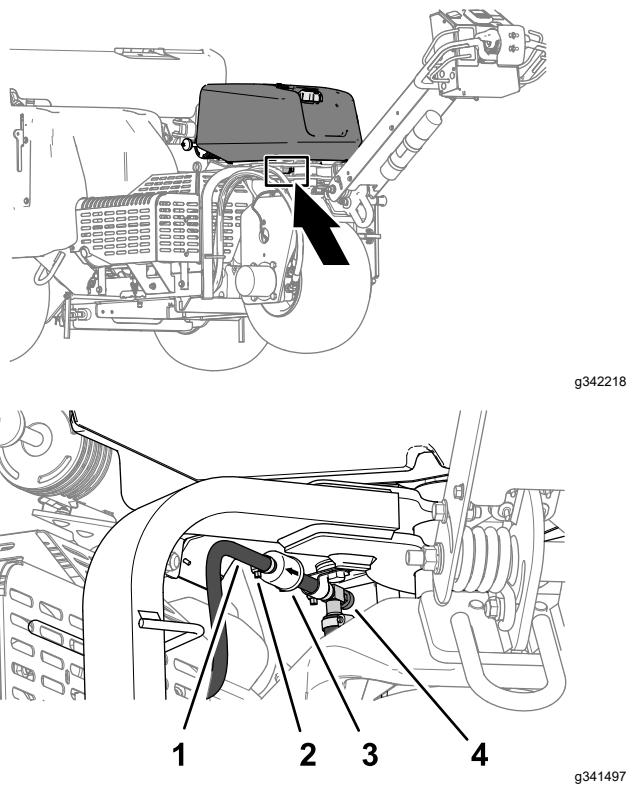

Figure 156
2. Fermez le robinet d'arrivée de carburant (Figure 156).